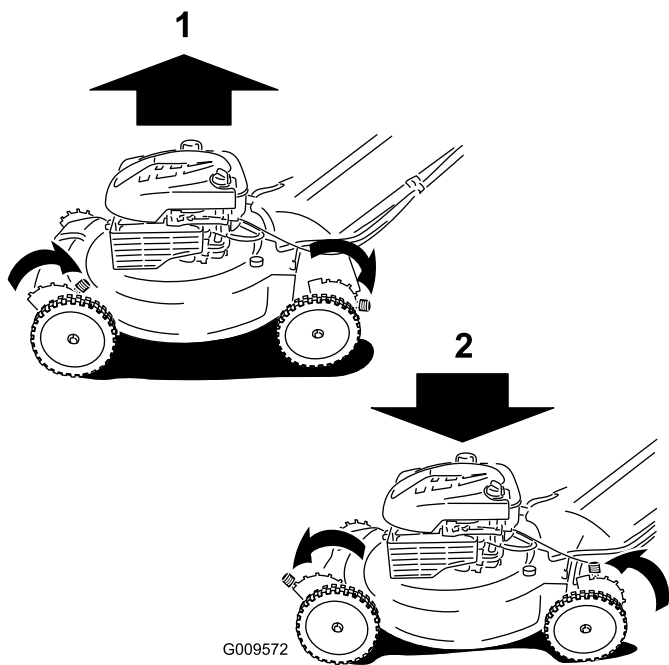

Figure 9
**Remarque:** Pour élever le plateau de coupe, déplacez les leviers de hauteur de coupe vers l'arrière. Pour abaisser le plateau de coupe, déplacez les leviers de hauteur de coupe vers l'avant (Figure 9).